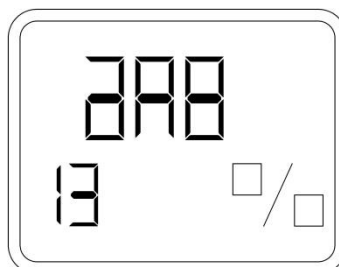

**Рисунок 27** – Отображение 12 пункта меню на дисплее
- При помощи кнопки «М» зайти в пункт меню 12 (рисунок 27).